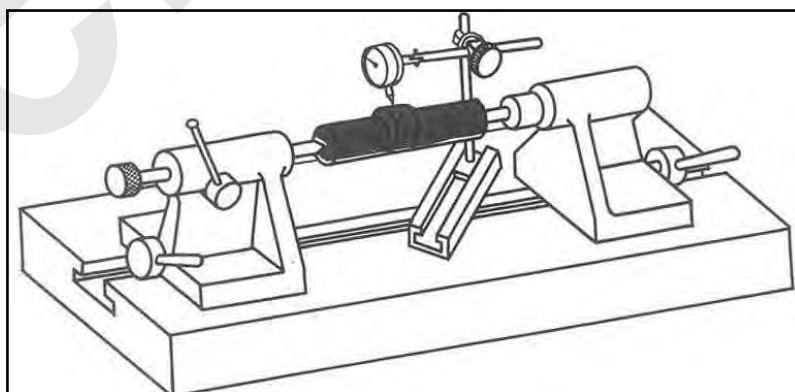

Figura 36 – Verifica dell'eccentricità del pezzo.
4. **Se necessario, verificare l'eccentricità del pezzo,** utilizzando un comparatore e facendo ruotare lentamente il pezzo (a mano) dopo averlo fissato tra le punte (vedere la Figura 36).